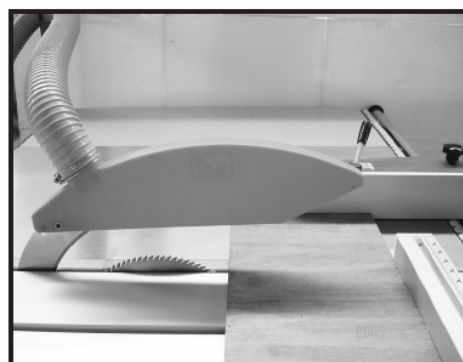

Fig. 58
1. Уложите поперечную линейку на задние установочные точки и закройте ее в этом положении (см. рис. 58).
4. Сдвиньте передний конец продольной линейки за заднюю кромку пильного полотна (см. рис. 58).